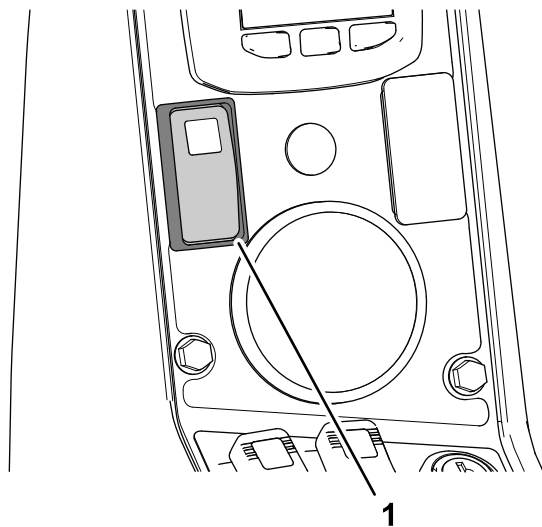

Figura 140
1. Pise el pedal del acelerador para obtener la velocidad máxima del motor (acelerador abierto del todo), y fije el interruptor de bloqueo del acelerador de la máquina (Figura 140).